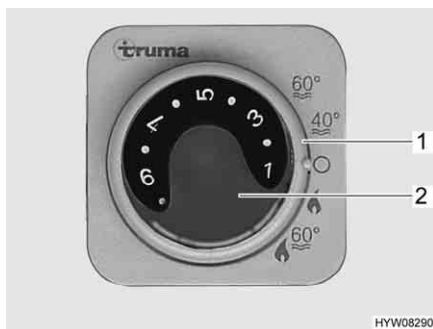

Fig. 122 Centralina di controllo per riscaldamento/boiler
- Impostare la manopola della temperatura (Fig. 122,2) sulla centralina di controllo del riscaldamento ad aria calda scegliendo la potenza desiderata.
- Posizionare l'interruttore girevole (Fig. 122,1) sulla modalità di funzionamento invernale.